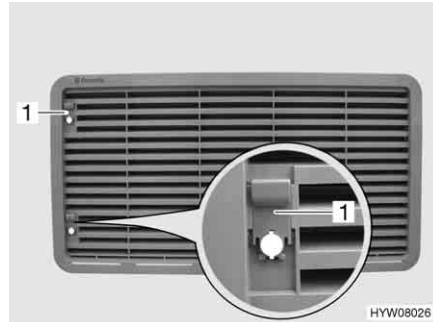
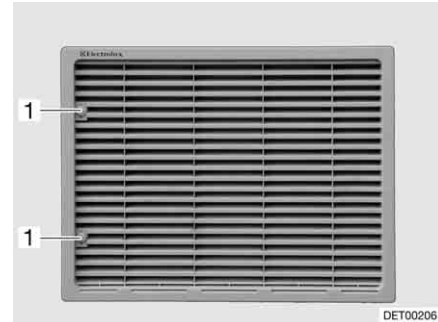

Bild 220 Kylskåpets ventilationsgaller (med spjäll)
Bild 221 Kylskåpets ventilationsgaller (med skruv)
- Beroende på utförande ska spjället (Bild 220, 1) skjutas uppåt eller skruven (Bild 221, 1) vridas ett kvarts varv med ett mynt.